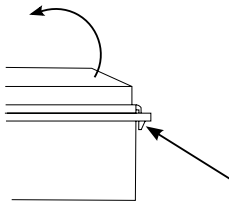

Fig. 1
- 1B.** Acceda al compartimiento de la batería, presione la lengüeta en el costado de la caja de la batería y luego ábrala unas tres pulgadas (Fig. 1).